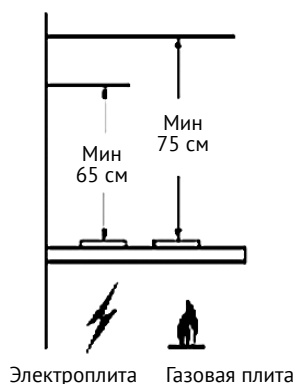

Рис.1
– при газовой или газозлектрической плите: не менее 75 см (Рис.1)